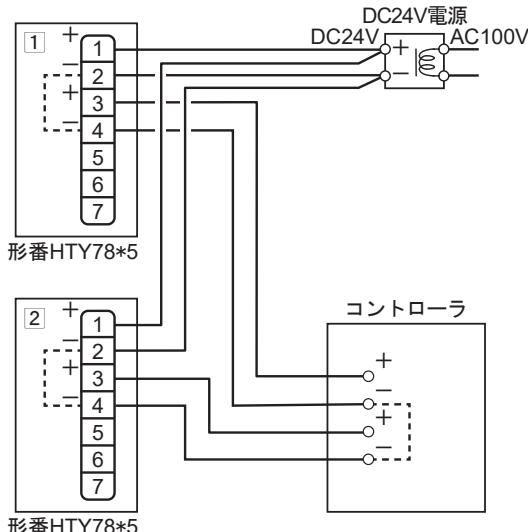

図15
•ただし [1] 1 (+) - [2] 1 (+)、[1] 2 (-) - [2] 2 (-) を『図15』に示すとおりに配線してください。
(注記) DC電源については、新規に設置する場合と同様です（図15）。